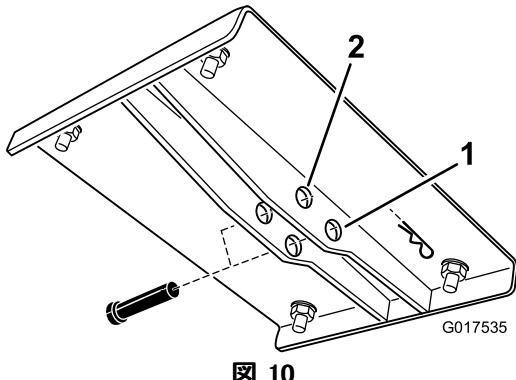

図 10
12. 上昇降ブラケットについている 2 組の穴を探し出す(図 10)。電動車両用の穴を選択すること。